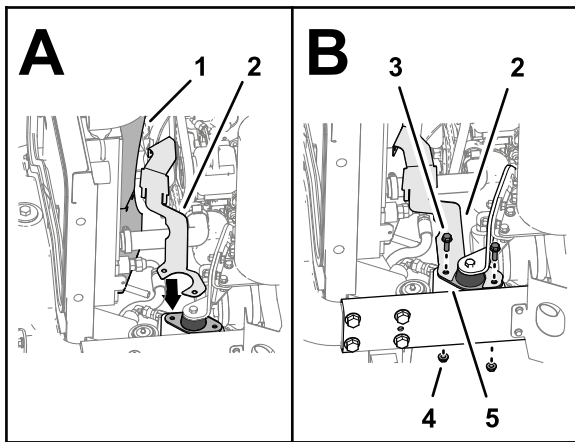

**Figura 41**
- Sul lato destro della macchina, rimuovete le 2 viti a testa flangiata (5/16" x 1") e i 2 dadi flangiati dentati (5/16") che fissano l'incastellatura del motore alla staffa del motore del telaio (Figura 41).